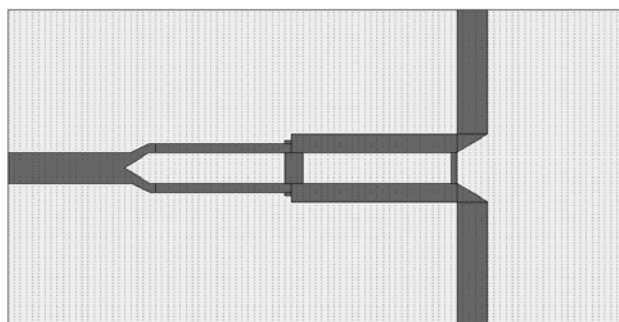

Рис. 5.76
- Щёлкните по значку **Paste** на панели инструментов и вставьте скопированную структуру в корпус. Электромагнитная структура будет выглядеть, как показано на рис. 5.76.